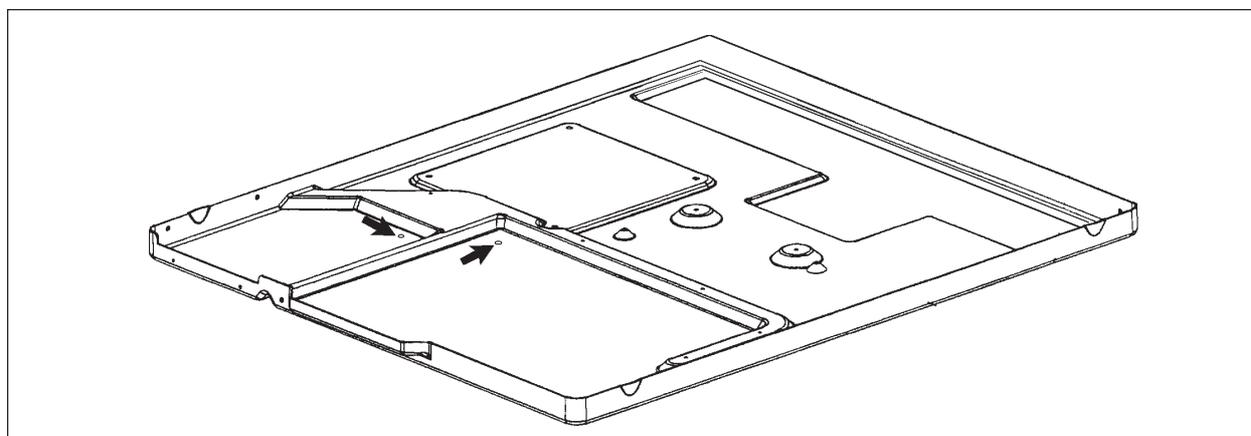

Fig.01
**Temos detectado em campo alguns casos de pingamento d'água pelos furos existentes na Base dos Condicionadores de Ar Air Master - Nova Linha (veja fig.01).**